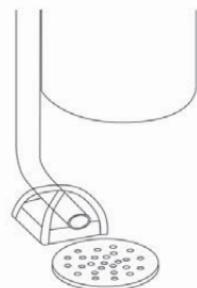

图1-4
⑤安装排水管路
- a、如图1-4所示，排水软管插入排水接头；
- 绝对不能把排水管与下水道相连，须在二者之间留有一定的空隙，以防污水被虹吸到水处理器中，如图1-4所示。如需将排出的污水要做它用，可用相应的容器盛装，同样，排水管与盛装容器保持距离。